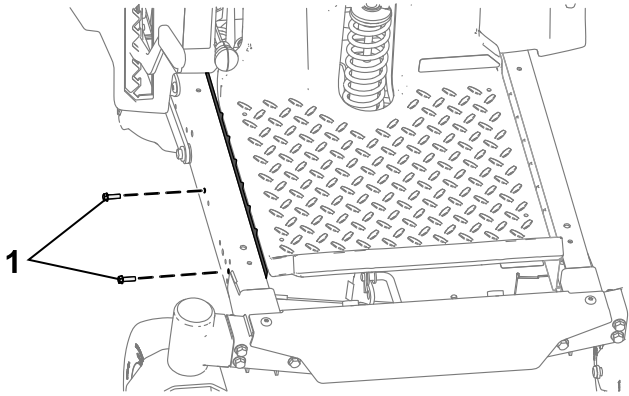
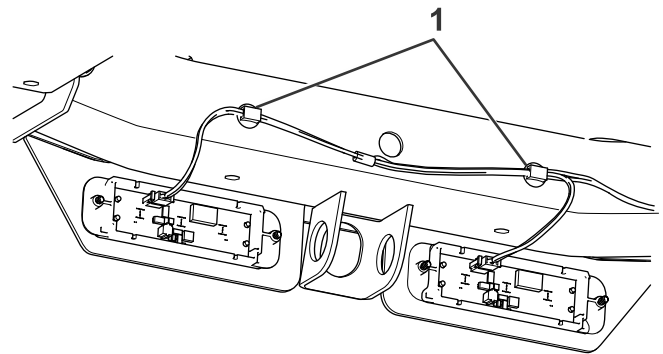

**Figura 4**
**Figura 6**
2. Sujete las luces LED desde la parte trasera de la placa de montaje usando 4 pernos (M4), como se muestra en la Figura 4.
3. Si tiene una máquina sin MyRide, continúe con el paso 5. Si tiene una máquina con MyRide, retire los 2 pernos que sujetan el raíl de protección (Figura 6 y Figura 6).
7. Si tiene una máquina sin MyRide, sujete el arnés de cables al larguero del bastidor con 2 bridas, y sujete el arnés de cables del kit al arnés de cables de la máquina usando la otra brida (Figura 10). Si tiene una máquina con MyRide, instale el raíl de protección que retiró anteriormente usando los pernos que retiró anteriormente (Figura 6 y Figura 4).